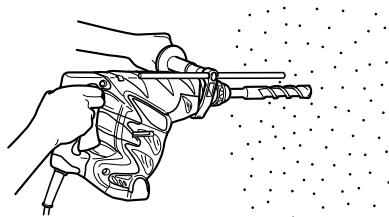

Fig. 5
- (1) Monter le foret de perçage.
- (2) Tirer l'interrupteur de déclenchement après avoir appliqué la pointe du foret sur la position de perçage désirée. (Fig. 5)
- (3) Il n'est pas du tout nécessaire d'appliquer une forte pression sur le marteau rotatif. Il suffit d'appliquer une légère pression de manière à ce que la poussière et les éclats soient déchargés progressivement.
- Quand le foret de perçage touche une poutre en fer, la mèche s'arrête immédiatement et la perceuse réagit en tournant. Par conséquent, tenir fermement la poignée principale et la poignée latérale, comme indiqué à la Fig. 5.